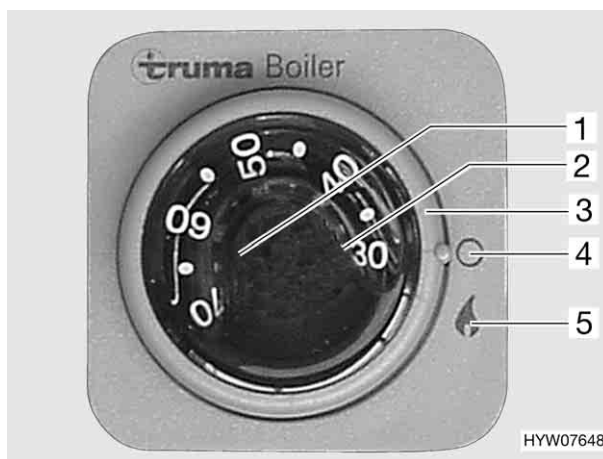

Fig. 92 Interruttore di comando per boiler
- Accendere il boiler agendo sull'interruttore girevole (Fig. 92,3) posizionandolo su "🔥" (Fig. 92,5). La luce spia verde "Funzionamento" illumina la manopola (Fig. 92,1). In caso di guasto si accende la luce spia rossa (Fig. 92,2) (vedi capitolo 14).
- Impostare con la manopola (Fig. 92,1) la temperatura desiderata dell'acqua.
- Ruotare l'interruttore girevole (Fig. 92,3) su "O" (Fig. 92,4).
In caso di guasto si accende la luce spia rossa (Fig. 92,2) (vedi capitolo 14).
- Spegner il boiler. Ruotare del tutto a sinistra la manopola (Fig. 92,1).